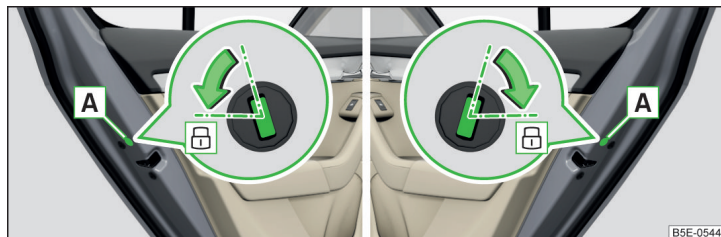

Fig. 214 Încuierea în regim de urgență: portiera spate stânga/dreapta
- Demontați masca **A** » fig. 214.